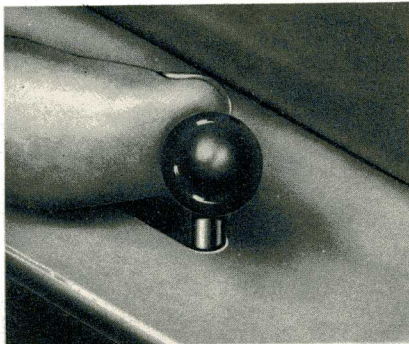

FIG. 5
- 1/D-1 Pour obtenir un arrêt prolongé, déplacer le bouton noir vers la droite, **sans appuyer dessus** (fig. 5).